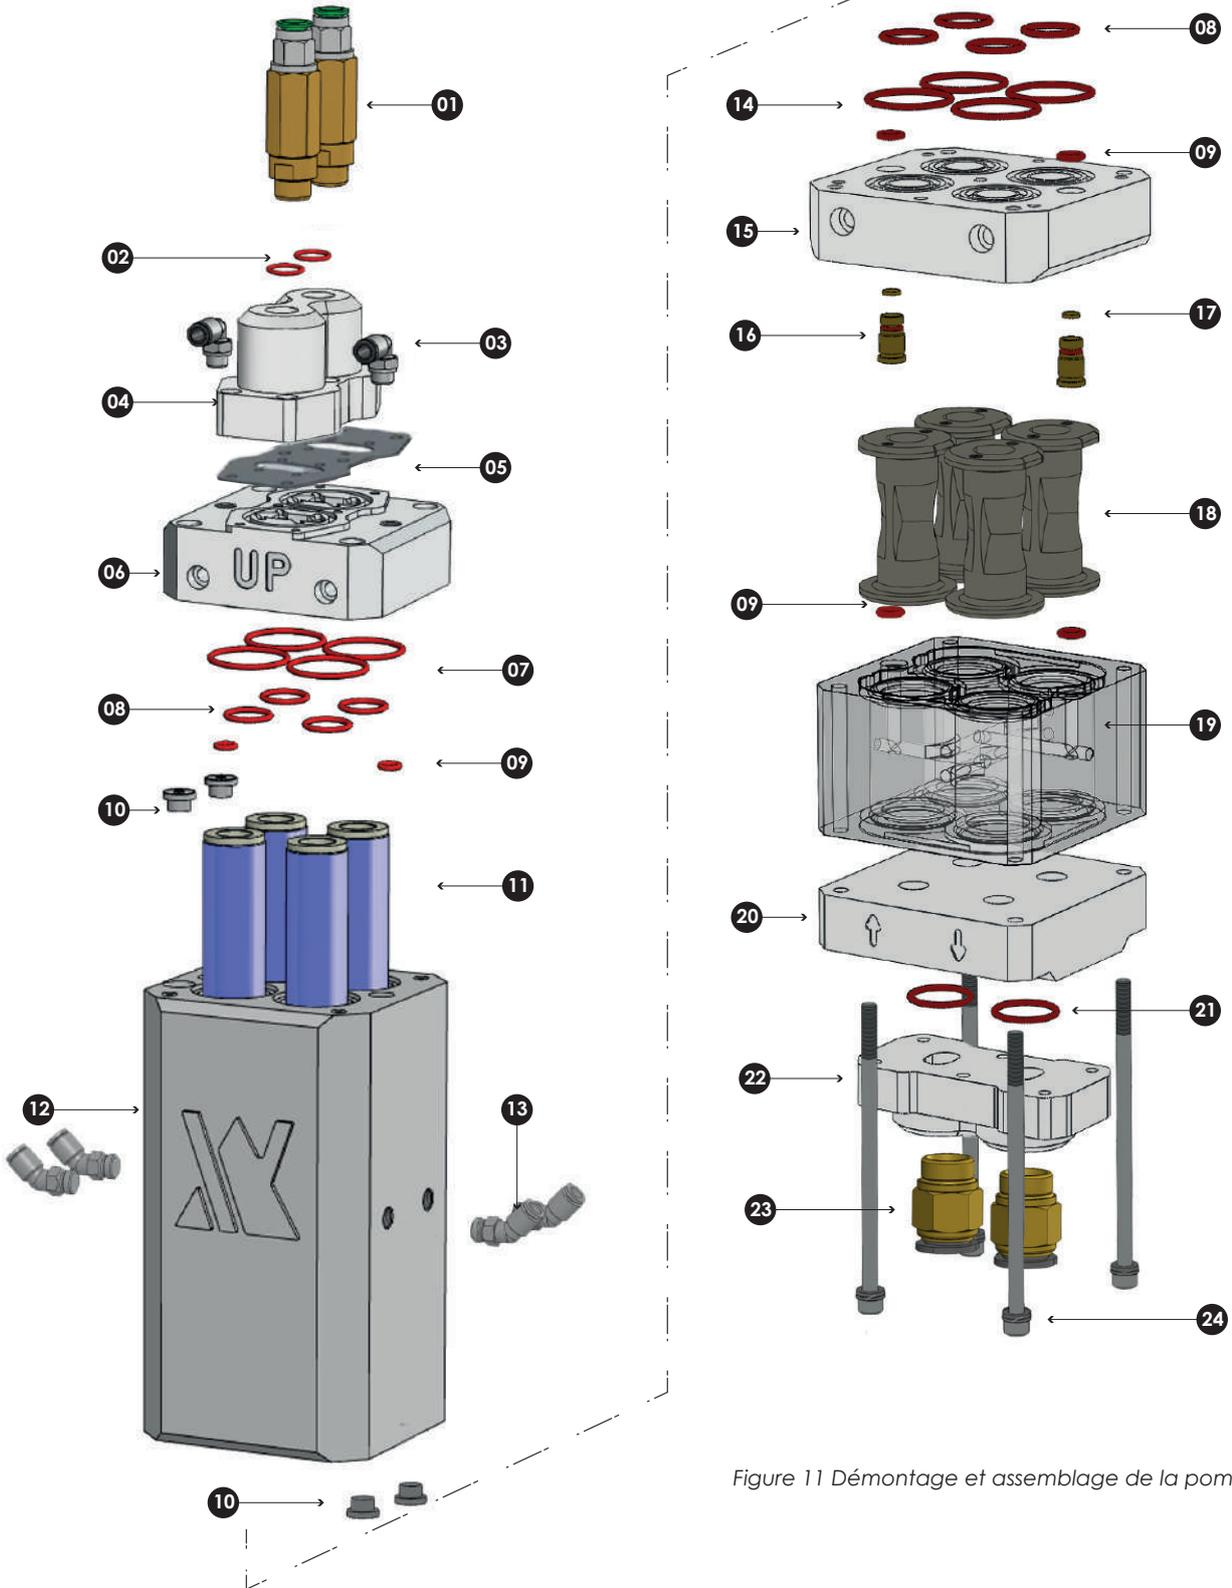

Figure 11 Démontage et assemblage de la pompe
6. Voir Figure 11. En commençant par la fluidisation tubes, démontez la pompe comme indiqué.